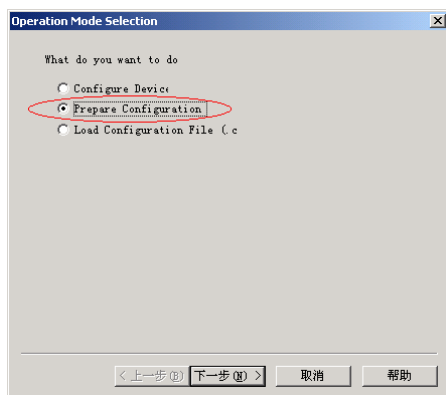

图9-88 选择操作模式
- (1) 配置文件生成后，展开当前资源操作窗中的“Generate Programming File”项目，双击【Generate PROM,ACE,or JTAG File】命令，启动 iMPACT。选择操作模式为【Prepare Configuration】，如图 9-88 所示。